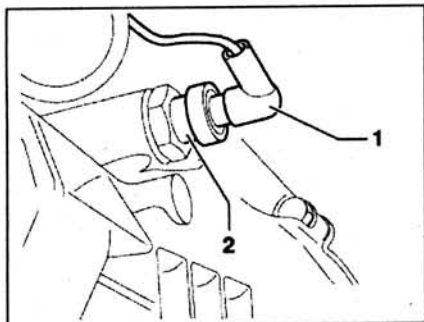

Рис. 2.11. Открутите провод 1 от выключателя 2 фонарей заднего хода и снимите его.
24. Отсоедините провод 1 от выключателя 2 фонарей заднего хода и снимите его (рис. 2.11).